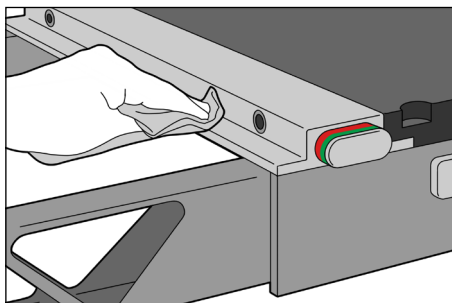

Fig. 2
- Tør fnug eller restmaterialer af det udvendige af låsen. (Fig. 2)